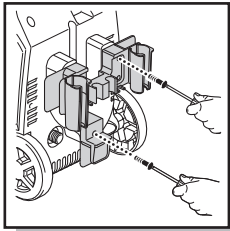
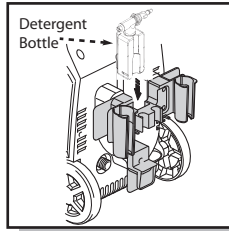

Fig. 1
Fig. 2
- Instalar el soporte para accesorios en la parte posterior de su BLUE CLEAN POWER WASHER (Fig. 1). Usted notará que el soporte para accesorios cumple con la parte posterior de la unidad. Verá varios puestos índice masculino femenino que encajan en los agujeros. Los puestos y los orificios permiten una fácil colocación del soporte para accesorios y fácil de apretar los tornillos. Coloque los tornillos en los orificios previstos en el soporte para accesorios y atornillarlos. No use un destornillador potente. Cuando el tornillo está completamente apretado, dar una pequeña final hacia la derecha twist del destornillador. No apretar en exceso. Después de haber instalado el soporte para accesorios se observará una zona cuadrada en el centro del soporte donde la plaza botella de detergente puede almacenarse y recuperarse fácilmente (Fig. 2).
- El uso de uno de los tornillos suministrados, instale el soporte de cable de energía eléctrica pequeña debajo del soporte para accesorios, de modo que la “L” - la forma titular esté orientada hacia abajo. El cable de alimentación eléctrica puede ahora ser envuelto alrededor del soporte para accesorios y el inferior en forma de “L”, mientras el titular de la hidrolavadora no está en uso (Fig. 1).
- Conecte el otro extremo de la manguera de alta presión de la pistola de pulverización insertando la punta de metal de latón de la manguera de alta presión en el adaptador, justo delante de la guardia de ignición. Que se bloquee en la pistola con un “clic” (Fig. 1). 5). Confirmar la manguera está bloqueado en la pistola tirando ligeramente de la manguera. La manguera ahora está conectado firmemente a la pistola de pulverización.